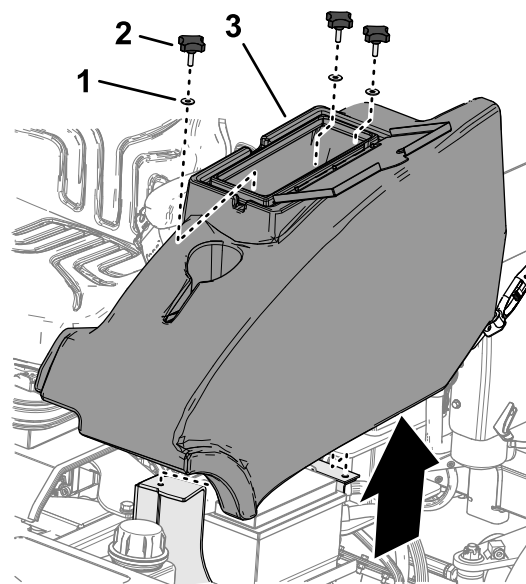

**Figura 47**
2. Rimuovete le 3 manopole e le 3 rondelle che fissano il vano portaoggetti alla macchina, e rimuovetelo (Figura 47).
1. A sinistra della piattaforma dell'operatore, aprite lo sportello del vano portaoggetti (Figura 47).